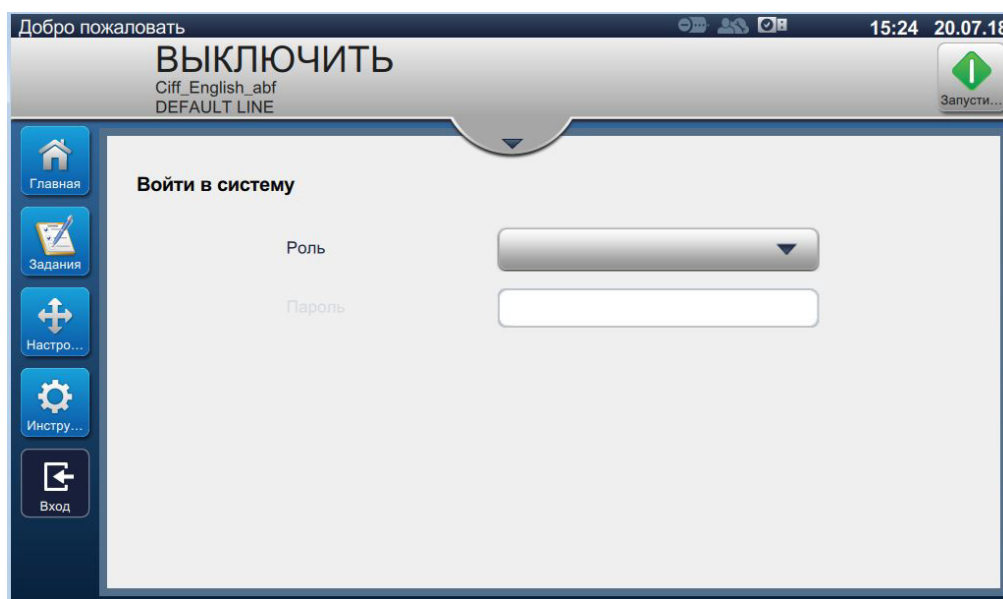

Рис. 4-2: Экран входа
1. Нажмите кнопку , чтобы открыть экран входа в систему, как показано на Рис. 4-2.